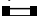

Afb. 6: RS485-interface
- Schuif de dipswitch 1 bovenaan in de positie OFF (Afb. 6), wanneer het toestel niet aan het uiteinde van de lijn is geïnstalleerd.